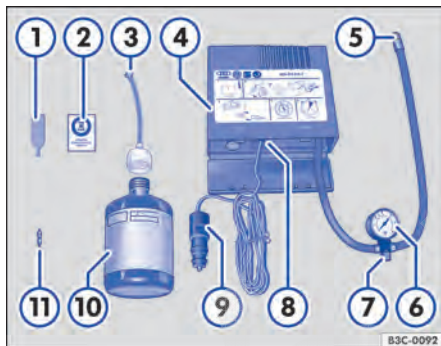

Fig. 267 Representação esquemática: componentes do kit de reparo dos pneus.
O kit de reparo dos pneus encontra-se no compartimento de bagagem sob o revestimento do assoalho. Ele é composto pelos seguintes componentes ⇒ Fig. 267:
12. Colar a etiqueta adesiva ⇒ Fig. 267 ② do kit de reparo dos pneus no campo visual do condutor no painel de instrumentos.
- Com a chave para remoção do elemento da válvula ⇒ Fig. 267 ①, desrosquear o elemento da válvula do pneu e colocá-lo sobre uma superfície limpa.
- Agitar a garrafa de enchimento dos pneus ⇒ Fig. 267 ⑩ algumas vezes com força.
- Rosquear a mangueira de enchimento ⇒ Fig. 267 ③ com firmeza no sentido horário sobre a garrafa de enchimento dos pneus. A película na tampa é perfurada automaticamente.
- Remover a vedação da tampa da mangueira de enchimento com bujão ⇒ Fig. 267 ③ e introduzir a extremidade aberta totalmente na válvula do pneu.
- Rosquear novamente o elemento da válvula com a chave para remoção do elemento da válvula ⇒ Fig. 267 ① na válvula do pneu.
- Rosquear a mangueira de enchimento dos pneus ⇒ Fig. 267 ⑤ do compressor de ar com firmeza na válvula do pneu.
- Verificar se o parafuso de sangria de ar ⇒ Fig. 267 ⑦ está fechado.
- Encaixar o conector do cabo ⇒ Fig. 267 ⑨ em uma tomada 12 V do veículo ⇒ Página 197.
- Ligar o compressor de ar com o interruptor LIGA-DESLIGA ⇒ Fig. 267 ⑧.
- Deixar o compressor de ar funcionar até atingir 2,0 – 2,5 bar (29 – 36 psi / 200 – 248 kPa) ⇒ . **Tempo de funcionamento máximo de 8 minutos** ⇒ ①.
Reconectar a mangueira de enchimento do pneu ⇒ Fig. 267  e ler a pressão de enchimento do pneu no indicador da pressão dos pneus ⇒ Fig. 267 .